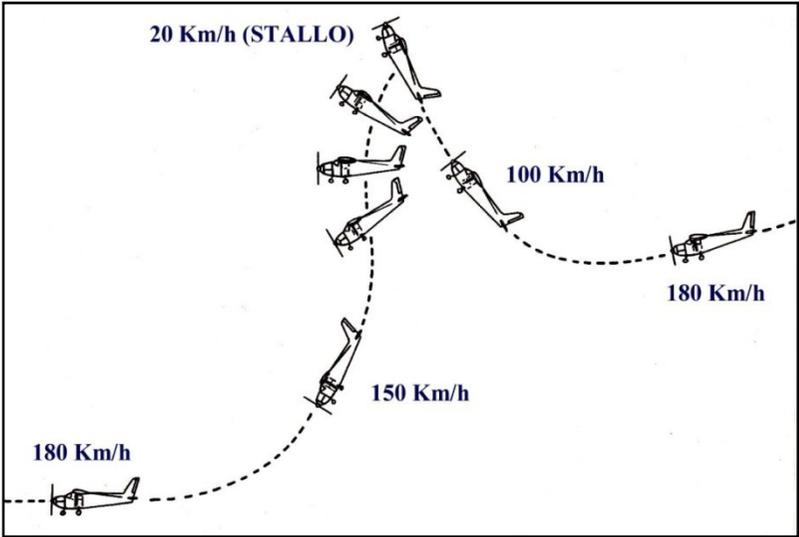

FIG. 2 – STALLO IN CABRATA
a) stalli in cabrata, con e senza motore; **FIG. 2**